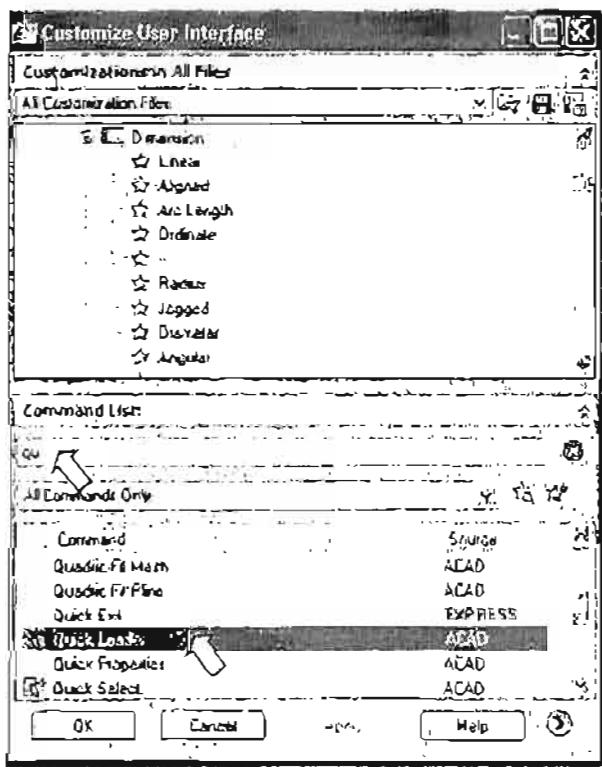

Рис. 1.42. Выбор нужной кнопки для добавления на панель инструментов
4. Чтобы найти нужную команду Quick Leader (Быстрая выноска) начните вводить её название в поле 3. Команда Quick Leader появится в поле 5 (рис. 1.42).